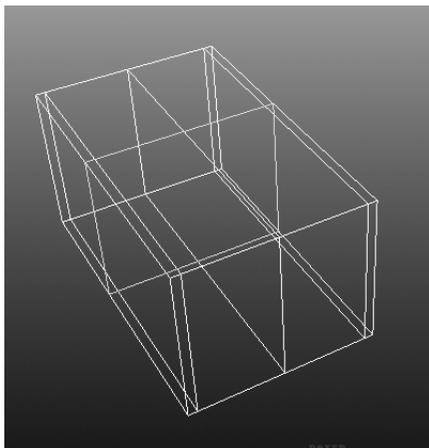

图 4-34 对方体加线
Step 2: 对方形添加线,在鼠标的中轴线与鼠标的侧面位置添加线。点击 Edit Mesh → Insert Edge Loop Tool,在如图 4-34 所示位置,对方体添加线。